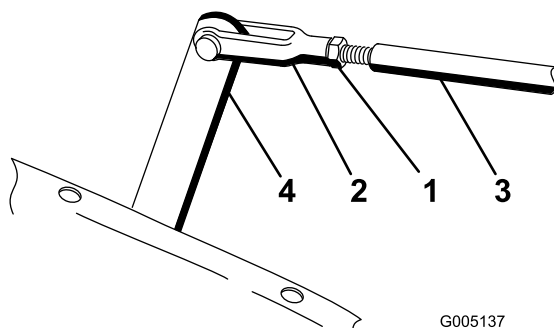

Figura 44
3. Spostate a mano la leva di regolazione per portare allo stesso livello i pedali di tosatura e di sollevamento e regolate la forcella sull'asta di comando fino a che il foro della forcella non è allineato al foro della leva di regolazione (Figura 44).